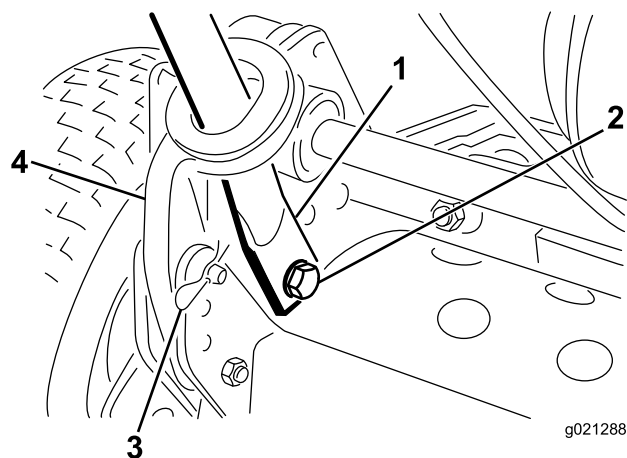

図 3
4. ハンドルの端を内側にたわめながら、取り付けピンに通す図 3。
5. 先ほど外したボルトとワッシャとロックワッシャを使って、ハンドルの端部を取り付けピンに固定する図 3。
6. 先ほど取り外したヘアピンコッターとリングピンを使ってハンドルアームをフレームに固定する図 3。